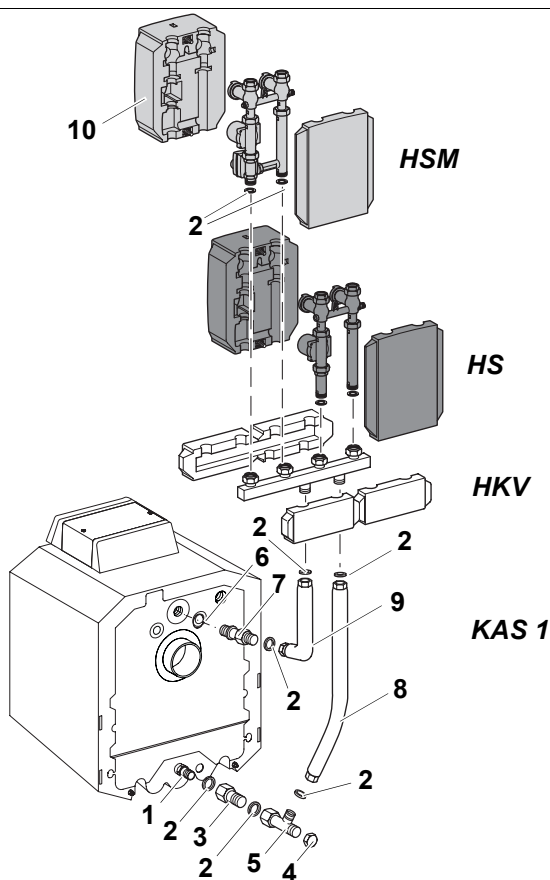

Рис. 6 Монтаж с гребенкой отопительного контура сзади котла
- Завернуть штуцер (7) с уложенным кольцом (6) в подающую линию котла.
- В накидную гайку короткого колена трубы подающей линии (9) вложить уплотнение (2). Слегка привернуть трубу подающей линии к штуцеру.
- Уложить уплотнение (2) в резьбовое соединение между удлинительным элементом (3) и сгоном (1) в обратной линии котла и затянуть.
- Уложить уплотнение в резьбовое соединение тройника (5) и слегка привернуть тройник к удлинительному элементу (3).
- Установить трубу обратной линии (8) коротким коленом вниз на боковом ответвлении тройника (5), вложить уплотнение (2), выровнять и затянуть резьбовое соединение.
- Установить вертикально длинное колено трубы обратной линии (8) и затянуть резьбовое соединение между удлинительным элементом (3) и тройником (5).
- Привернуть заднюю торцевую крышку (4) к тройнику (5).
- Соединить гребенку отопительного контура с комплектом подключения котла (KAS 1) только в соответствии с рис. 6. Если гребенка отопительного контура подключена не в соответствии с рис. 6, то она будет неработоспособна, т.к. перепутаны подающая и обратная линии.
- Установить на гребенку комплект подключения отопительного контура без смесителя (HS) или со смесителем (HSM) в соответствии с рис. 6, затянуть резьбовые соединения и проверить герметичность.
- Надеть с двух сторон теплоизоляционные элементы (10) на соответствующий комплект подключения отопительного контура и слегка затянуть пластмассовыми винтами.